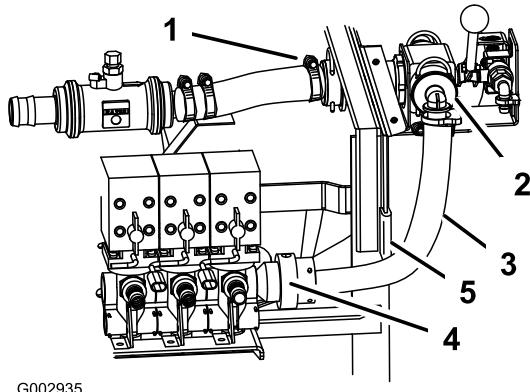

Figure 29
3. Connectez le raccord, que vous avez monté dans le flexible d'alimentation de la rampe, au distributeur de commande et fixez-le avec le dispositif de retenue retirée précédemment (Figure 29).
4. Montez le distributeur de commande sur le support du boîtier de commande (Figure 29) au moyen de
5. Montez le petit ensemble clapet à bille sur le support du boîtier de commande (Figure 29) au moyen de 2 boulons à embase ((1/4 x 3/4") et 2 écrous à embase (1/4 pouce), sans les serrer.
6. Alignez l'axe des leviers sur chaque clapet et les clapets (Figure 29). Il pourra être nécessaire de desserrer les colliers qui fixent le débitmètre à la machine pour ajuster l'ensemble correctement.
10. Connectez le raccord du grand flexible du distributeur au raccord situé à droite des vannes d'alimentation de la rampe (Figure 29).
11. Débranchez le grand flexible du distributeur et examinez l'intérieur du distributeur (Figure 29). Vous devriez voir une ouverture remontant vers le haut dans le clapet à bille. Si ce n'est pas le cas, tournez la bille jusqu'à ce que l'ouverture soit parfaitement visible et remonte vers le haut.
12. Connectez le grand flexible au distributeur de commande (Figure 29).
13. Placez la garniture en caoutchouc sur le bord du châssis pour protéger le flexible (Figure 29).